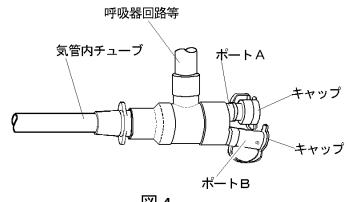

図4.
- ⑩肺虚脱後(分離肺換気中)の通常操作時は、ブロッカーチューブのキャップを確実に閉めておくこと。
- ⑪挿入に際し、ブロッカーチューブの先端が気管内チューブのコネクタ等に当たる場合は、ブロッカーチューブを回しながら通過させること。
- ①気管支鏡やサクションチューブは、ポートAのキャップを外して、挿入すること。(図4参照)
- ②気管支鏡やサクションチューブは、ポートAのキャップは、確実に閉めておくこと。
- ③ブロッカーチューブの交換等、ブロッカーチューブを抜去した状態で、一時的に呼吸管理を行う場合は、各ポートのキャップを確実に閉めておくこと。(図4参照)
- ④気管支鏡やサクションチューブ等を同時に挿入する際(緊急時等)は、ポートAのセカンドキャップを外すこと。